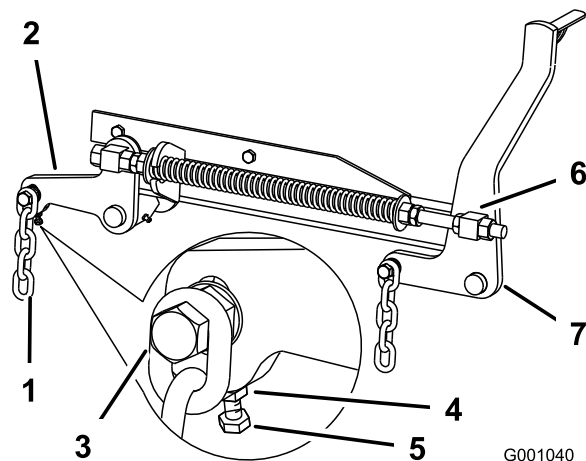

Figura 75
7. Se le misure al punto **B** o **C** non sono esatte, allentate il bullone che monta la catena posteriore al braccio di supporto posteriore (Figura 75).
8. Allentate il controdado sotto il braccio di supporto posteriore e regolate il bullone di regolazione a un valore tra 7,9 e 8,3 cm (Figura 75).
7. Allentate di 13 mm circa i controdadi delle parti girevoli anteriori destra e sinistra (Figura 75).
8. Regolate i dadi di sollevamento sui lati destro e sinistro della macchina finché la parte anteriore della macchina non risulta più bassa di 6–10 mm davanti, al punto **A**, rispetto alla parte posteriore al punto **B** (Figura 75).